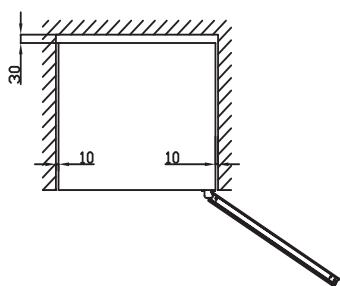

fig. 4
**W32** kan endast vara fristående och det måste finnas tillräckligt med luft omkring kylen (fig. 4).